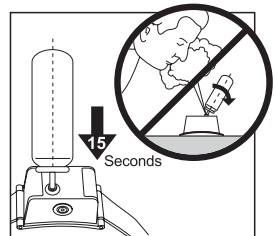

Abb. 3
2. Lassen Sie vorab die Luft aus dem Füllbehälter, indem Sie die Einfüllöffnung (2) zweimal mit einem Schraubendreher herunterdrücken.
3. Führen Sie die Sprühdüse von oben in die Einfüllöffnung (2) am Gerät ein.
4. Um das Gerät zu befüllen, halten Sie die Sprühdüse für ca. 15 Sekunden an der Einfüllöffnung (2) gedrückt (Abb. 3).